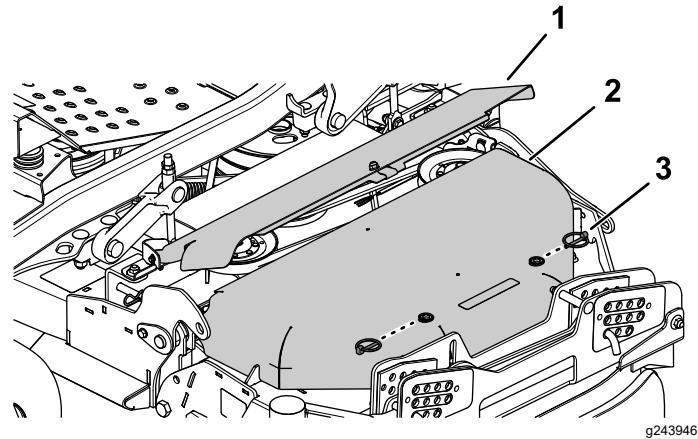

Figura 62
4. Retire los 2 pasadores de seguridad de la cubierta exterior de la correa y retire la cubierta exterior (Figura 62).
5. Gire hacia arriba la cubierta interior de la correa (Figura 62).